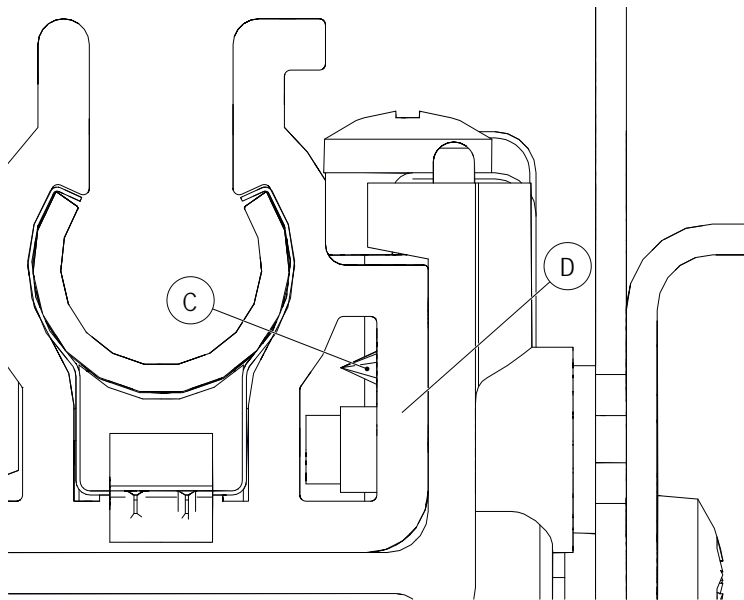
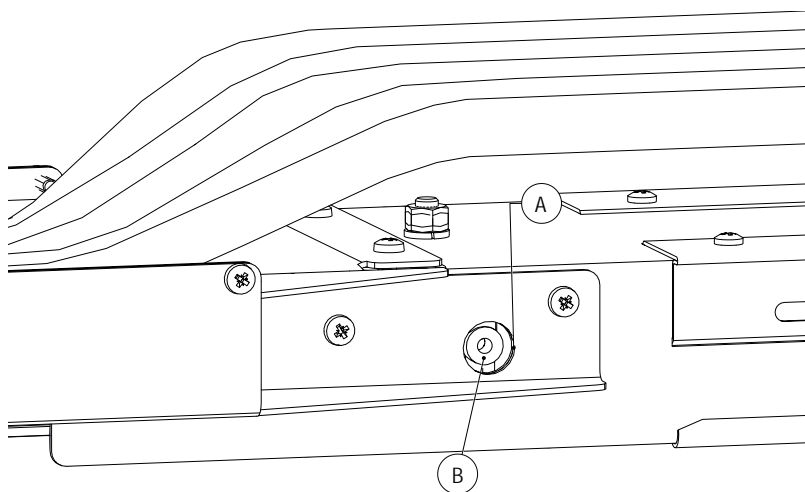

Abb. 77: Durch die erste Isolierprofilwand für die Fixpunktschraube bohren
Abb. 78: Für die Linienblechschraube vorbohren
1. Für die Linienblechschraube (C), die für die Fixierung des Schleifleitungssystems sorgt, muss das Isolierprofil aufgebohrt werden. Hierfür mit einem Bohrer $\text{\O}3,2$ mm durch die Querbohrung des Fixpunkts (B) und die erste Isolierprofilwand (D) bohren. Die Stromschiene darf dabei nicht verletzt werden. Der Befestigungsrahmen hat dafür eine extra Bohrung (A), sodass im eingehängten Zustand der Schleifleitungsschienen gebohrt werden kann (siehe Abb. 77 und Abb. 78).